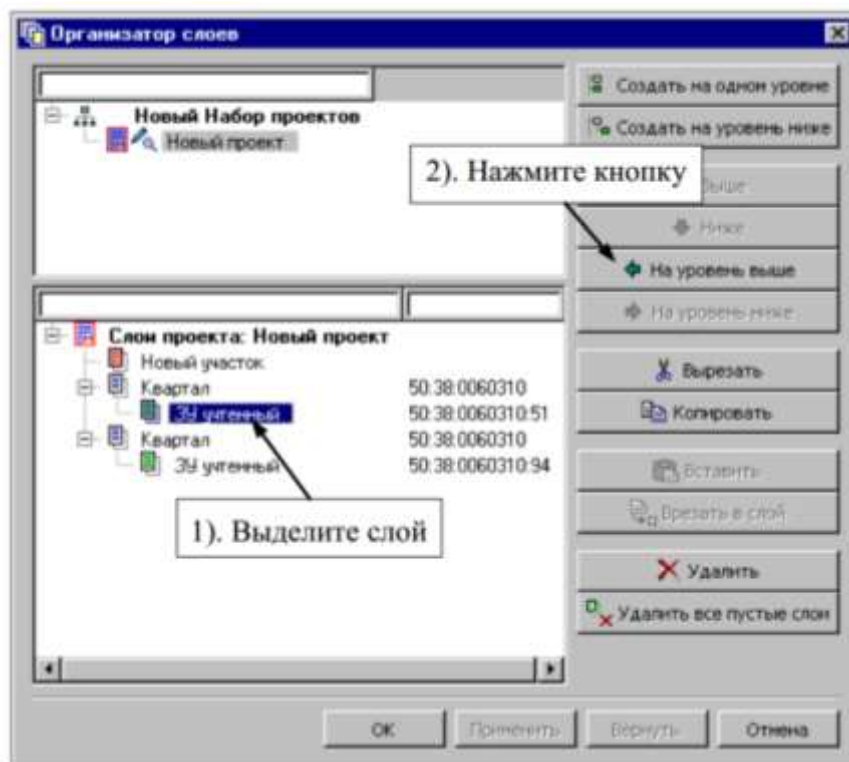

Рисунок 31– Организатор слоев
- В открывшемся диалоге **Организатор слоев** выделите сначала слой/объект **ЗУ Учтенный**, например с кадастровым номером (КН) 50:38:0060310:51 и активизируйте кнопку **На уровень выше** (рис. 31)